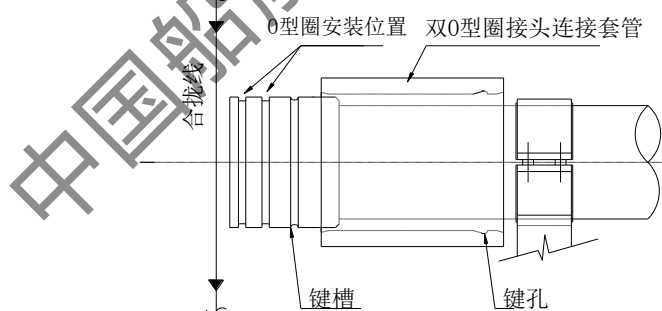

图10 双 O 型圈接头连接套管预置位置及朝向示意图
6.4.3.1 双 O 型圈接头连接套管在玻璃钢管吊装时已预置在管子上，并包裹保护，连接套管预置位置及朝向示意图见图 10。